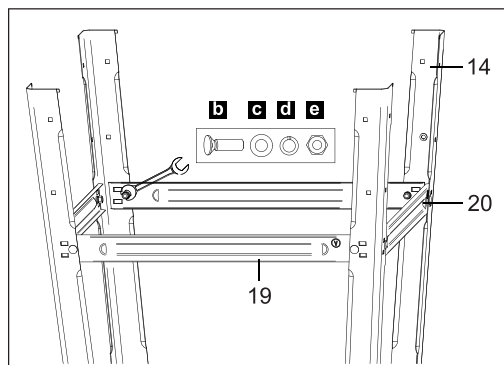

Рис. 5
5. Установите и зафиксируйте распорки (длинные 19 и короткие 20) между ножек (рис.5).